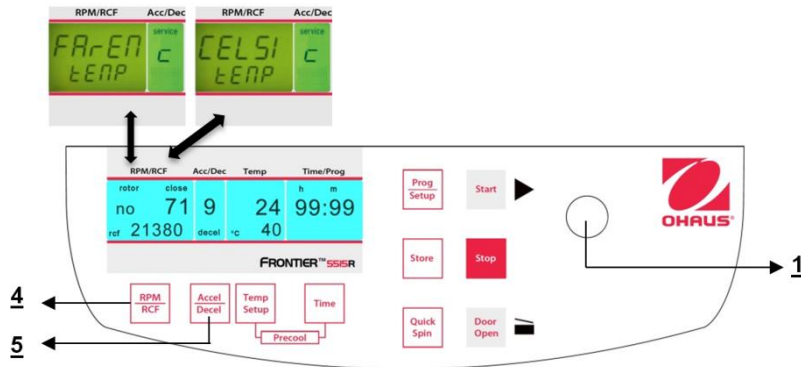

Figure. 31
clignote et il devient possible de modifier l'affichage en degrés Fahrenheit "**FAREN**" avec le bouton de réglage (1) (voir la figure 31).